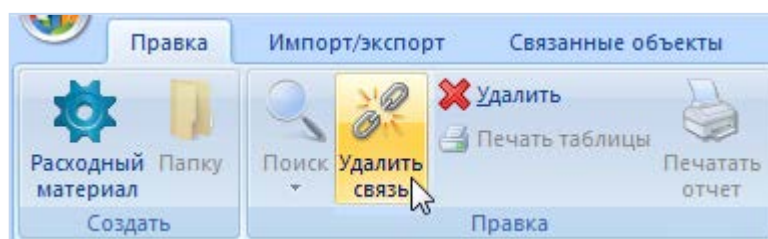

Рис. 13-480 – Панель «Правка»
4) В появившемся диалоговом окне нажать кнопку «Да» для подтверждения создания связи или «Нет» – для отмены создания связи между объектами (рис. 13-480).